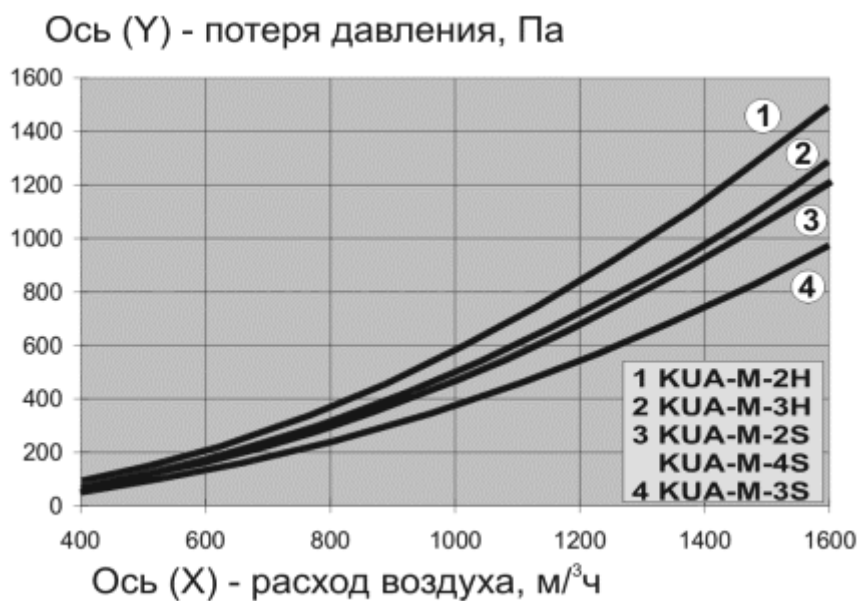

Рис. 2.5
2.4. Диаметр воздуховодов KUA-M равен 160 мм. Механизмы поворота и уравнивания расположены снаружи воздуховодов и не создают сопротивления воздушному потоку. Рекомендуемый расход воздуха при эксплуатации KUA-M на сварочных постах составляет 800-1200 м3/ч. Аэродинамическая характеристика приведена на рис. 2.5.